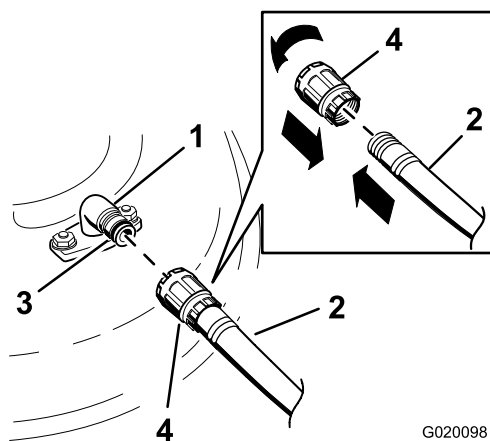

Figura 76
3. Atașați cuplajul furtunului la capătul fittingului de spălare a mainii de tuns iarba și porniți apa cu presiune maximă (Figura 76).